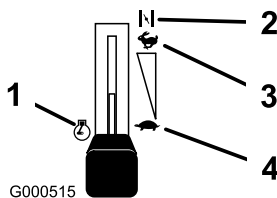

Bild 11
3. Stellen Sie den Gasbedienungshebel auf Choke (Bild 11), bevor Sie einen kalten Motor anlassen.
5. Schieben Sie den Gasbedienungshebel, sobald der Motor angesprungen ist, auf Schnell (Bild 11). Stellen Sie, wenn der Motor aussetzt oder unregelmäßig läuft, den Gasbedienungshebel für ein paar Sekunden wieder zurück auf Choke. Schieben Sie dann den Gasbedienungshebel in die gewünschte Stellung. Wiederholen Sie diesen Vorgang nach Bedarf.
1. Stellen Sie dann den Gasbedienungshebel auf Schnell“ (Bild 11).